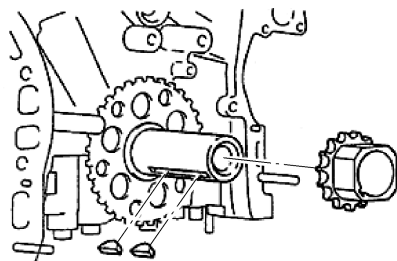

图 1-58 安装正时链轮
6) 安装曲轴正时链轮。安装两个正时齿轮定位键和正时链轮，如图1-58所示。
① 在1号惰轮轴的旋转表面涂抹一薄层